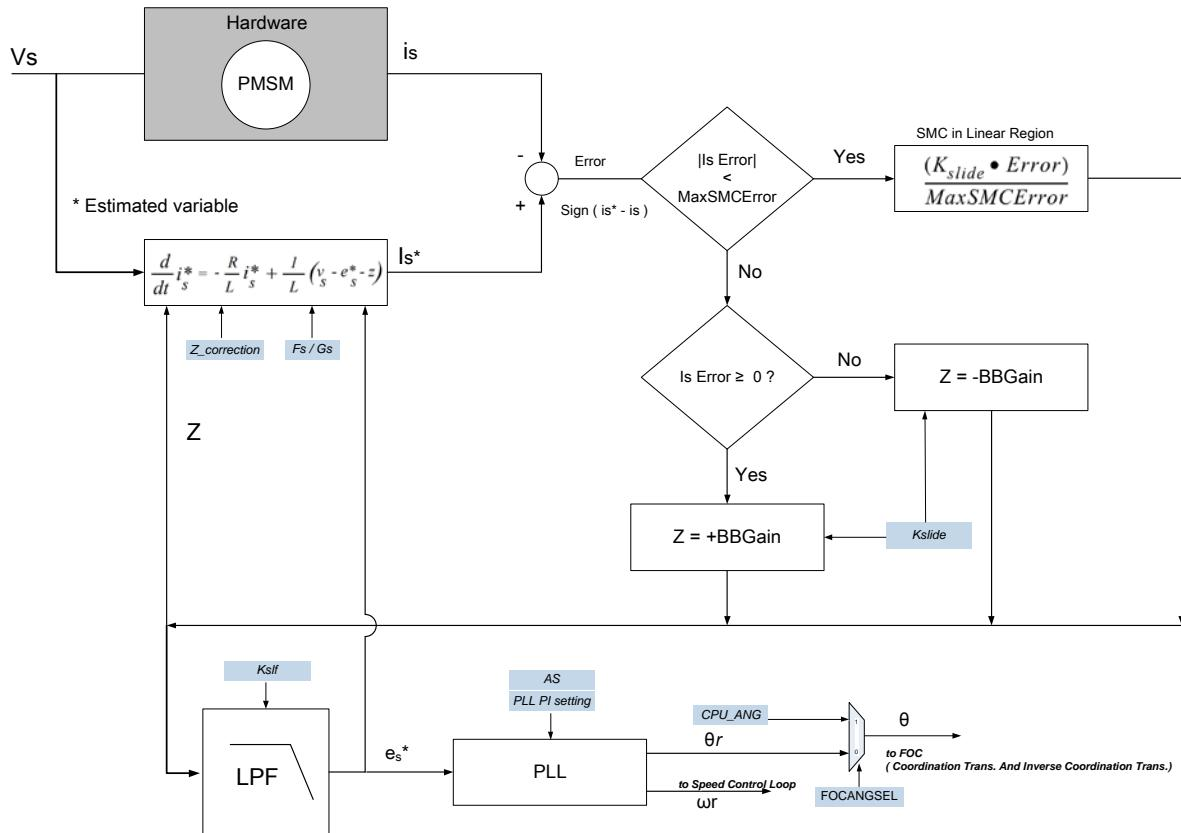

图 19.17 SMO 转子位置估算模块框图
数字化模型提供硬件的软件表示。然而，为了匹配测量的电流和估算的电流，需要使用闭环对数字化电机模型进行校正，如图 19.17 所示。
滑动模式控制器具有一个极限值 **MaxSMCError**。当误差值小于 **MaxSMCError** 时，滑模控制器的输出在线性范围内工作，如图 19.17 中 PMSM 模块下的方程所示。**K_{slide}** 参数可通过 **K_{slide} SRF** 进行设置（见表 19.29）。
在对数字化模型进行补偿后，您将获得输入电压 (V_s) 和电流 (i_s^*) 具有相同可变值的电机模型。一旦数字化模型得到补偿，下一步是通过滤波校正系数 (Z) 来估算 BEMF (e_s^*)，如图 19.17 所示。BEMF 估算 (e_s^*) 被反馈到模型，以在每个控制循环之后更新变量 e_s^* 。值 e_α 和 e_β (e_s 的矢量分量) 用于估算 Theta 计算。
FOC 的 θ (见图 19.17) 设计有一个多路复用器，其选择信号为 FOCANGSEL (MOTOR_CONT1[3], SFR 地址 =BFH)。当 FOCANGSEL=1 时，FOC_ANG=CPU_ANG (FOC_D 第 4 页，表 19.62)，如果 FOCANGSEL=0，则 FOC_ANG= θ_r 到 FOC (见图 19.17)。